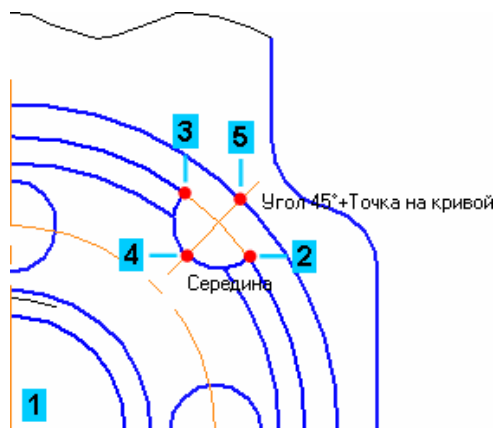

Рисунок 25.
- Повторите построения для трех остальных дуг (рис. 25).